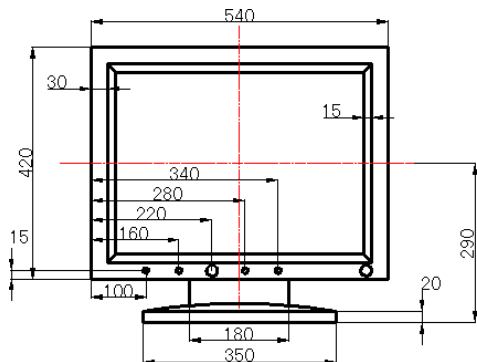
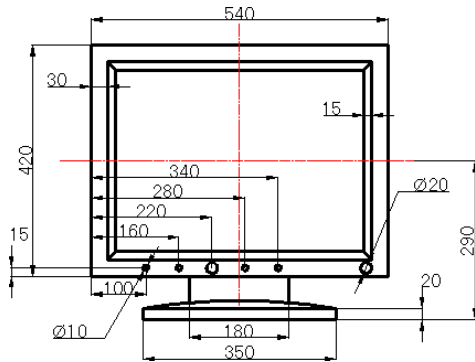

图 17.5.19 标注线性尺寸
图 17.5.20 添加直径标注
Step1. 设置标注样式。选择下拉菜单 **格式 (O)** → **标注样式 (D)...** 命令, 单击“标注样式管理器”对话框中的 **修改 (M)...** 按钮, 将“修改标注样式”对话框 **文字** 选项卡中的 **文字高度 (H)** 值设定为 20。
Step3. 用 **标注 (D)** → **线性 (L)** 命令创建线性尺寸标注, 完成后的图形如图 17.5.19 所示。
Step4. 用 **标注 (D)** → **直径 (D)** 命令创建直径标注。
(1) 添加图 17.5.20 所示的直径标注, 双击 $\phi 10$ 的尺寸, 在绘图区域的文本框中 $\phi 10$ 前输入 4×, 单击“关闭位子编辑器”按钮, 标注文字就会变成 $4 \times \phi 10$ 。